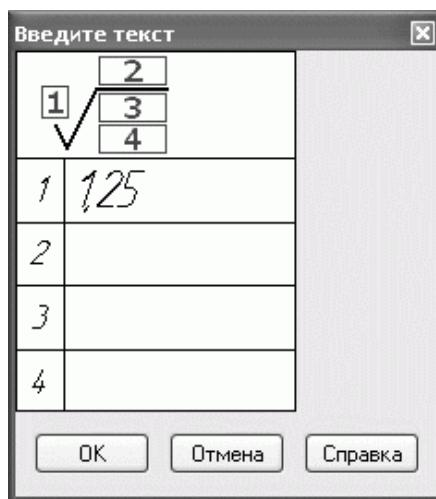

Рис. 2.136. Окно ввода надписей знака шероховатости
2. При необходимости в специальном окне введите текст, который будетображен на знаке шероховатости (рис. 2.136). Это окно вызывается щелчком на поле Текст панели свойств. Как правило, в данном окне вводится максимально допустимое (после чистовой обработки) среднее арифметическое отклонение профиля выступов и впадин поверхности изделия R_a .